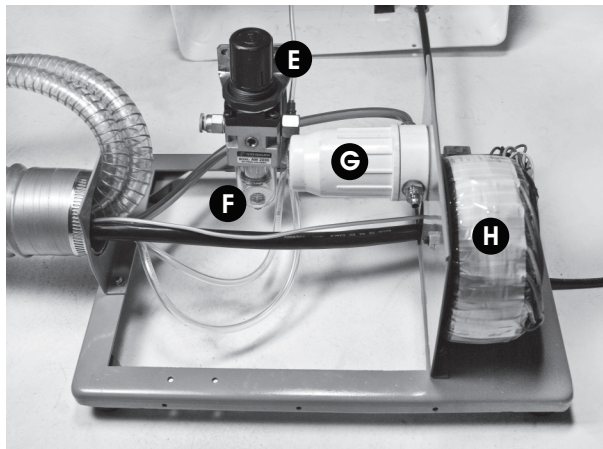

Fig. 13
- E Ajuste Pressão Geral** - Localiza-se no interior da caixa de comando, consiste em um botão giratório para ajuste da pressão do ar proveniente do compressor (Fig. 13, pág.15). O ajuste padrão deve ser de 80 PSI (5,5 Bar). Para ajustar a pressão do manômetro geral (entrada de ar no consultório), puxe o botão de ajuste para cima e gire-a no sentido horário para aumentar a pressão ou anti-horário para diminuí-la, faça o ajuste adequadamente até que o manômetro exiba a pressão de 80 PSI (5,5 Bar), feito isso, empurre a manopla de volta à sua posição original para travar o ajuste. **Obs.:** Antes de iniciar o ajuste, certifique-se que o compressor tenha pelo menos 80 PSI (5,5 Bar) de pressão;
- F Válvula de Drenagem do Filtro de Ar** - A válvula de drenagem é responsável pela eliminação do acúmulo de água condensada no interior do reservatório do filtro de ar, esse procedimento deve ser realizado diariamente, para isso, basta apertar a válvula manualmente por alguns segundos. Use luvas de limpeza grossas de borracha ou nitrile para realizar esse procedimento (Fig. 13, pág.15);